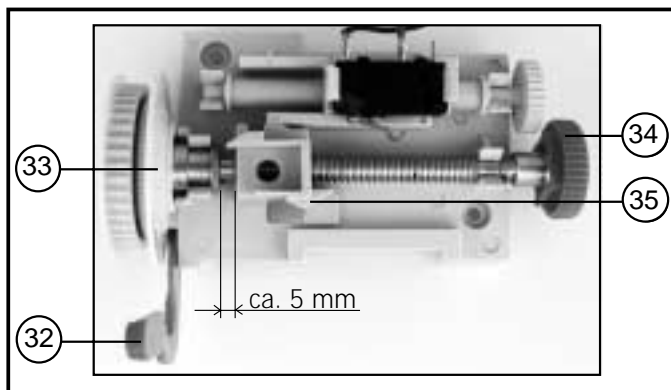

Fig. 6: Referansepunktinnstillingen (Porten er lukket)
- Lås opp bryterspindelen ved at den røde tomgangsspaken (32) legges ned forover og den innvendige medbringerskiven (33) på løpehjulet trykkes i retning spindelen (se fig. 6).
- Drei det serraterte hjulet (34) i urviserens retning helt til brytersleiden (35) befinner seg ca. 5 mm foran den venstre avfasede kraven (se fig. 6).